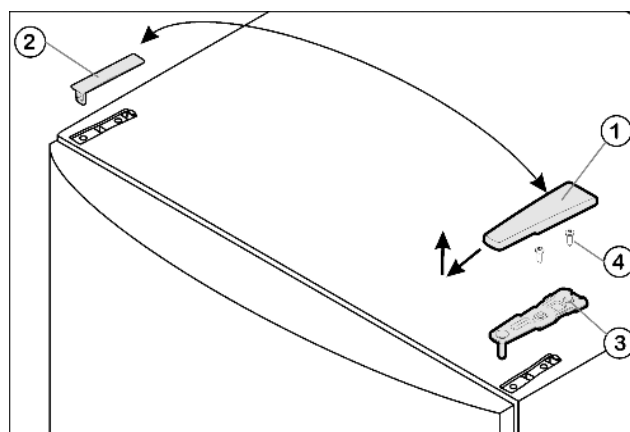

Fig. 4
- Tirer le cache Fig. 4 (1) vers l'avant et l'enlever par le haut.
- Retirer le cache Fig. 4 (2).
- Dévisser la charnière supérieure Fig. 4 (3)(2 vis Torx 25) Fig. 4 (4) et l'enlever par le haut.
- ▶ Placer la charnière supérieure Fig. 4 (3) sur le nouveau côté charnière dans la porte.
- ▶ Visser le support d'appui supérieur avec un couple de serrage de **4 Nm** (2 Torx 25) Fig. 4 (4). Pointer les trous de vissage ou utiliser une visseuse sans fil.
- ▶ De l'extérieur, poser puis encliqueter le cache Fig. 4 (1) et le cache Fig. 4 (2) sur le côté opposé.